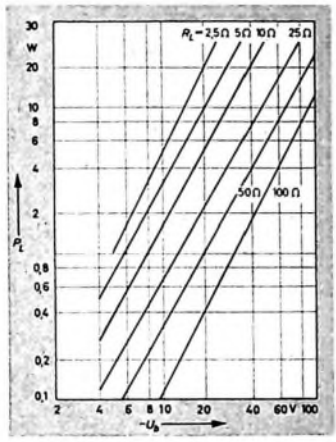

Bild 3. Übersichtsdiagramm zur Ermittlung des Lautsprecherwiderstandes \$R_L\$ bei gegebener Speisespannung \$-U_b\$ und Sprechleistung \$P_L\$:
Da man den Lautsprecherwiderstand aber im allgemeinen nicht frei wählen kann, zeigt Bild 3 zur Orientierung den Zusammenhang zwischen Lautsprecherwiderstand \$R_L\$, Speisespannung \$U_b\$ und Ausgangsleistung \$P_L\$ entsprechend Gl. (2).